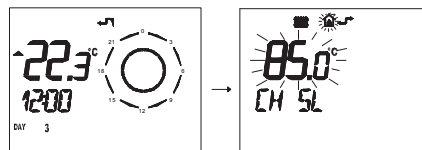

Figura 5.42
- Premere per più di 3 secondi il pulsante **P** per entrare in modalità **INFO** (Figura 5.42).